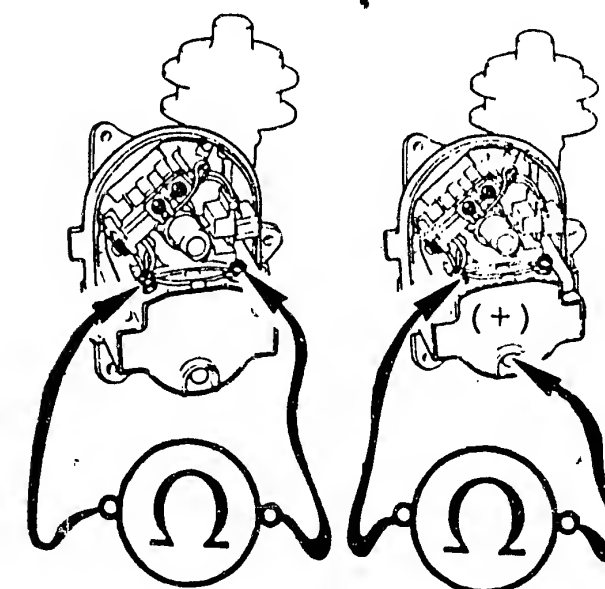

Bild 55 Prüfen des Primär- (a) und Sekundärwiderstandes (b) der Zündspule.
- 3) Um den Widerstand der **Zündspule** zu prüfen, müssen die Verteilerkappe, der Rotor und die Staubabdeckungen abgenommen werden (Bild 55).